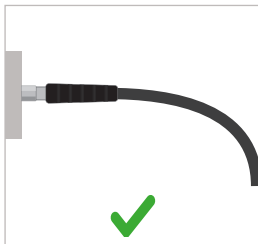
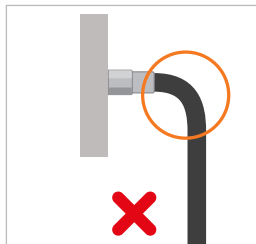

Abbildung 1
Abbildung 2
- ▶ Stellen Sie sicher, dass die Biegung eines Schlauches erst nach einer Länge von 19 mm beginnt, um Knickung und Zugbeanspruchung zu vermeiden (*Abbildung 1* und *Abbildung 2*).